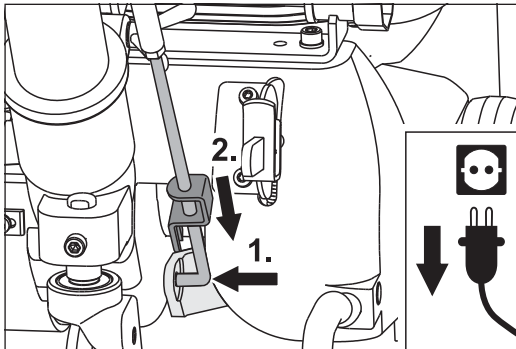

Abb. 3 Das Gestängeunterteil in die Abhebevorrichtung stecken (1.) und mit dem Verschluss sichern (2.).
- 3 Stecken Sie das Gestängeunterteil in die Bohrung an der Abhebevorrichtung (Abb. 3, 1.) und sichern Sie das Gestänge mit dem Verschluss (Abb. 3, 2.).